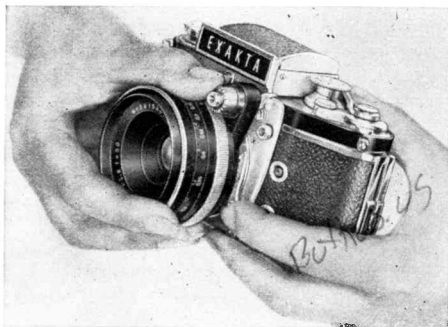

Abb. 8
Objektiv (28) ist auswechselbar: Rasthebel (30) zum Objektiv hin drücken. Objektiv nach links drehen (Abb. 8), bis sich rote Punkte (23 und 29) gegenüberstehen. Objektiv nach vorn abheben. Beim Einsetzen umgekehrt verfahren: Rote Punkte gegenüberstellen, Objektiv bis zum Einrasten nach rechts drehen. Sollte beim Herausnehmen und Einsetzen der vollautomatischen Jena-Objektive die Stellschraube des Auslöseknopfes (27) einmal an andere Kamerateile anstoßen, dann muß das Objektiv nur, wie auf Seite 11 beschrieben wird, auf Automatik umgestellt werden. Spezialobjektive von den kürzesten bis zu den längsten Brennweiten verwendbar.